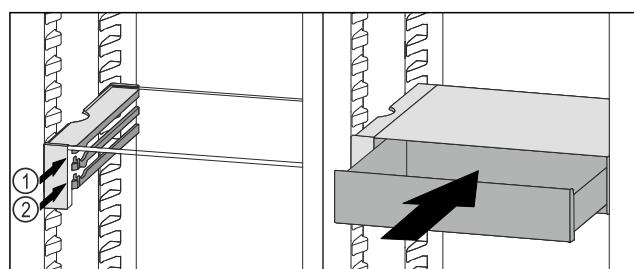

Fig. 102
- Установите выдвижной ящик VarioSafe за стопоры на требуемый выступ Fig. 102 (1) или Fig. 102 (2).